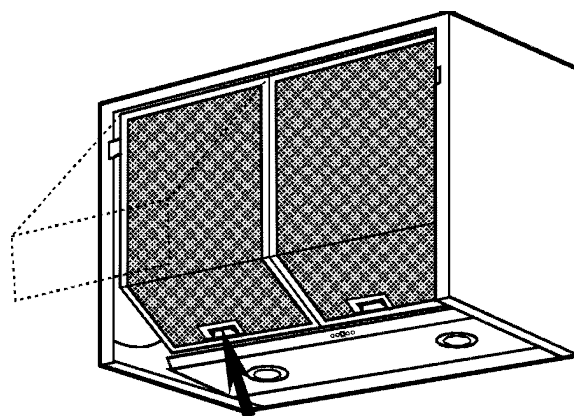

fig.4
2. Ouvrez le auvent en le tirant vers vous. A l'aide des poignées, poussez vers le haut les filtres à graisse métalliques et retirez-les (fig.4).